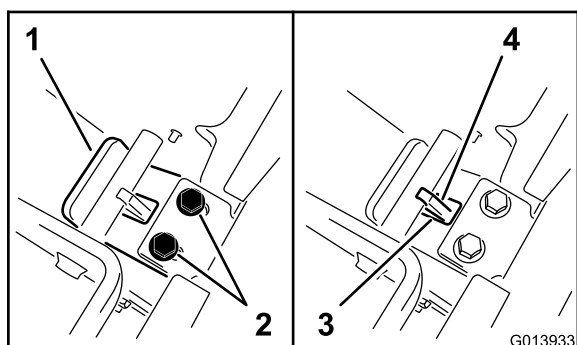

図 21
5. バックプレートへの圧力を保持したまま、トングを手前にスライドさせてトングプレートのリップをクロスバーに接触させる 図 21。